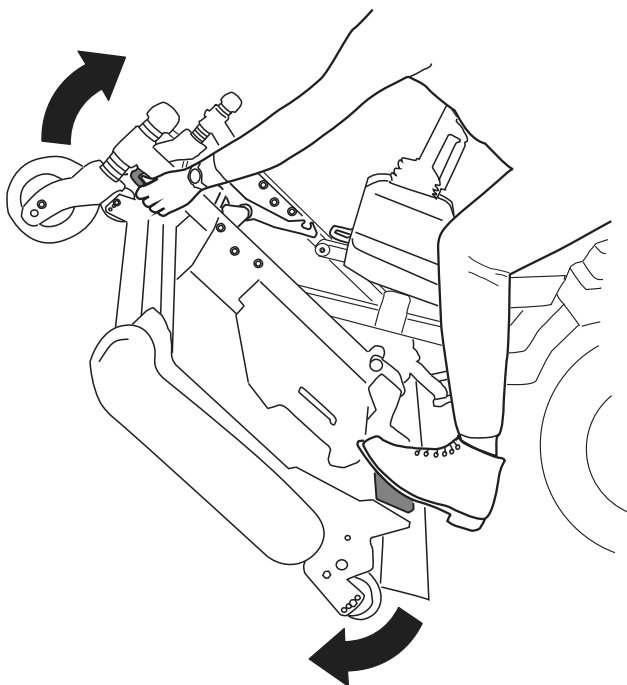
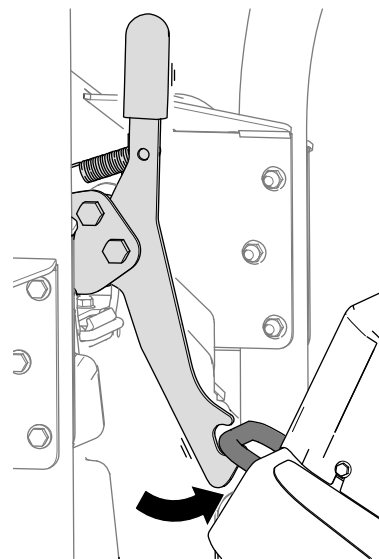

Figura 37
Figura 38
5. Gire la unidad de corte (Figura 37) hasta que el cierre se enganche en el soporte de amarre (Figura 38).
1. Desenganche el cierre de la unidad de corte del soporte de amarre (Figura 39) girando ligeramente la unidad de corte hacia adelante (Figura 37) y tirando hacia adelante de la palanca del cierre.